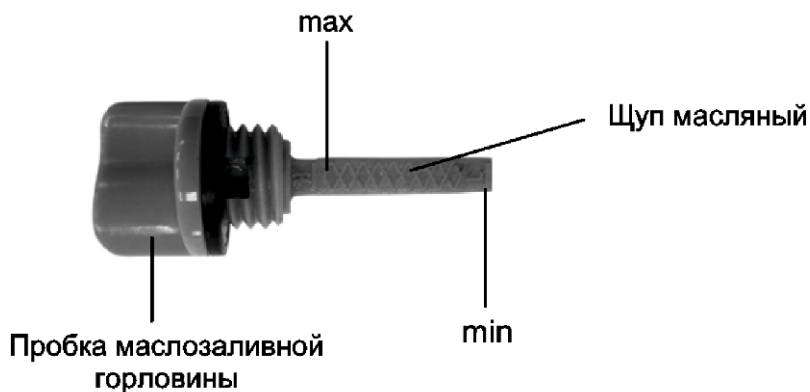

Рис. 9
3. Извлеките щуп и проверьте уровень масла. Он должен находиться между верхней и нижней отметкой контрольного щупа ближе к верхней отметке (max) (рис.9). В случае необходимости долейте свежее моторное масло